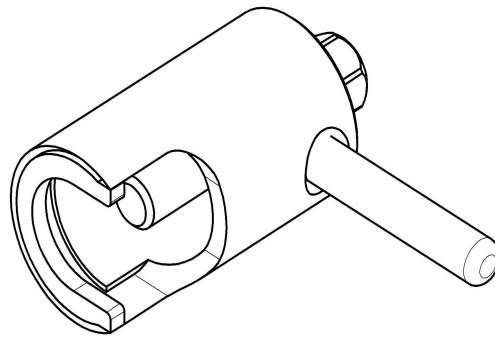

Рис. 9. Съемник крыльчатки.
- снять крыльчатку при помощи специального съемника (рис. 9);